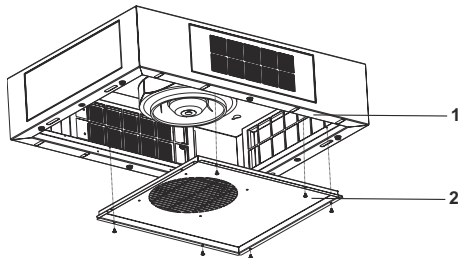

Abb. 9
- 5.** Den Motorboxdeckel mit 6 Schrauben an die Motorbox montieren. (Abb. 9).